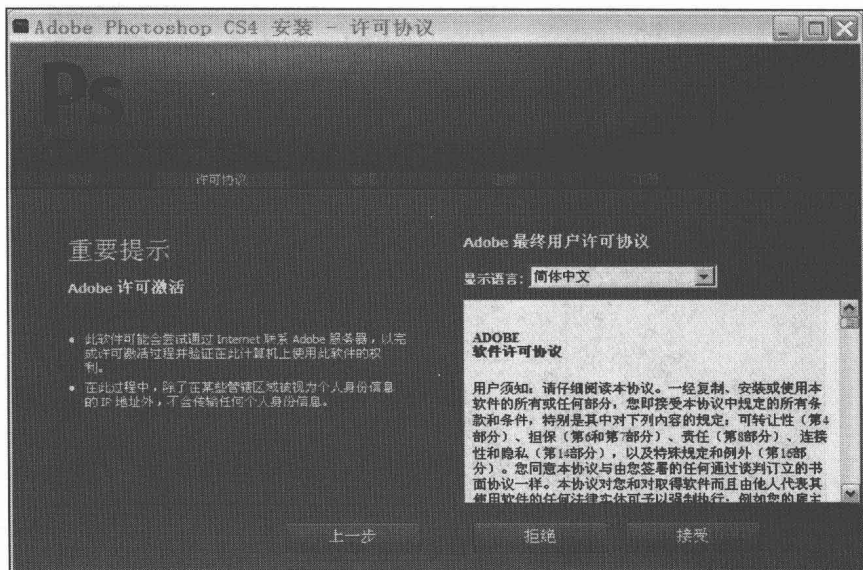

图 1-3 “Adobe Photoshop CS4 安装-许可协议”对话框
(3) 在如图 1-3 所示的“Adobe Photoshop CS4 安装-许可协议”对话框中, 选择语言为“简体中文”后, 拖动对话框右边的滑块, 浏览该协议。单击“上一步”按钮, 可返回到前面的对话框查看或修改安装设置; 单击“拒绝”按钮, 退出安装; 单击“接受”按钮, 继续安装。